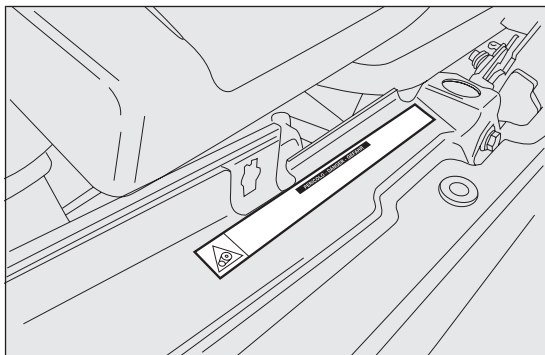

fig. 74
*Avant d'ouvrir le capot du moteur, il faut s'assurer que le moteur est coupé et que la clé est sur STOP. Respecter les indications figurant sur la plaquette appliquée au niveau de la traverse avant fig. 74. Quand des personnes se trouvent à bord du véhicule, il est conseillé de toujours retirer la clé. Il ne faut jamais quitter la voiture sans emporter la clé de contact ou l'avoir tournée sur STOP. Lors des opérations de ravitaillement en carburant, il faut s'assurer que le véhicule soit éteint et a clé de contact sur STOP.*